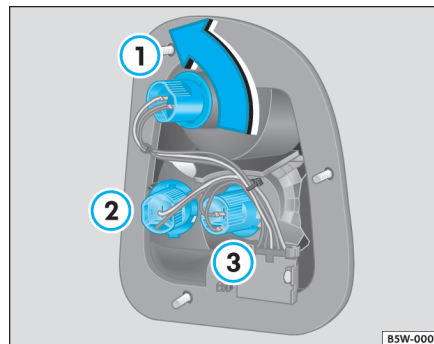

Fig. 139 Conjunto de luz trasera
- Retire el soquete de la lámpara que será sustituida ①, ② ó ③ ⇒ fig. 139, girándolo en el sentido de la flecha.